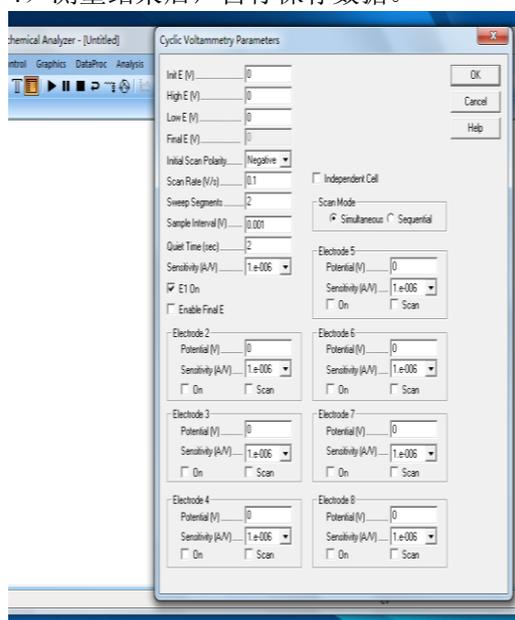

图1 多通道电化学工作站的参数设置界面（parameters）
3) 点击测量技术【T】，选择目标测试方法，点击“parameter”，在弹出的勾选所连接的对应电极，并设置参数（见图1），点击【开始测试】。